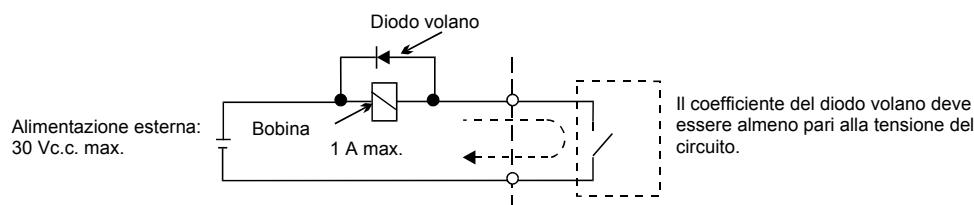

Fig. 3 Collegamento del diodo volano
*2. Quando si aziona un carico reattivo, ad esempio la bobina di un relè con alimentazione c.c., inserire sempre un diodo volano come indicato nella Fig. 3.